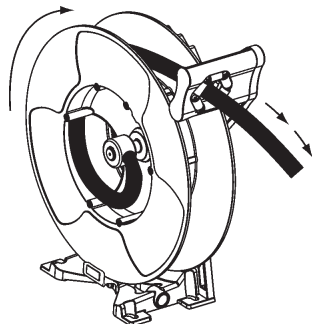

Рис. 11
1. Вытянуть шланг на 10 футов (3 метра), должна сработать защелка катушки (рис. 11).
1. Вытянуть шланг на 10 футов (метра), должна сработать защелка катушки (рис. 11).